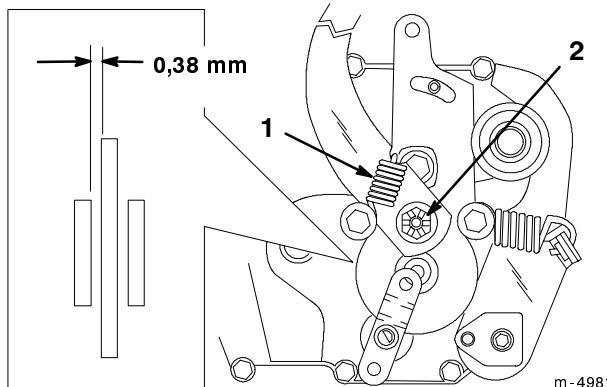

Figure 21
Le frein se trouve du côté droit de l'essieu arrière, à l'intérieur du pneu arrière (Fig. 21). Un réglage s'impose si le frein de stationnement n'est pas serré suffisamment.
- Déposez le ressort du bras de frein (Fig. 21).
- Enlevez la goupille fendue qui retient l'écrou de réglage du frein et desserrez légèrement l'écrou (Fig. 21).
- Insérez une jauge d'épaisseur de 38 mm entre le disque de frein et la rondelle de frein (Fig. 21). Serrez l'écrou jusqu'à ce que vous sentiez une légère résistance sur la jauge d'épaisseur quand vous l'insérez et la ressortez.